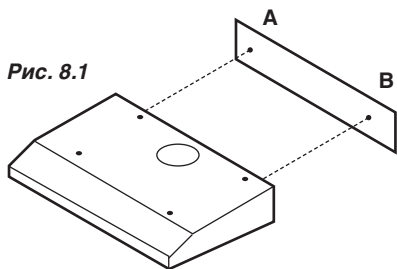

Рис. 8.1
1. Прежде, чем приступать к сверлению отверстий под дюбели в стене, необходимо произвести разметку (**Рис. 8.1**).